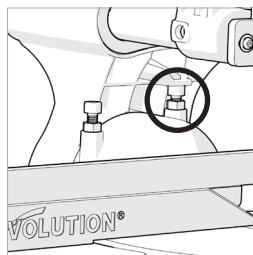

Fig. 14
- Afloje la contratuerca del tornillo de ajuste del ángulo de bisel. **(Fig. 14)**